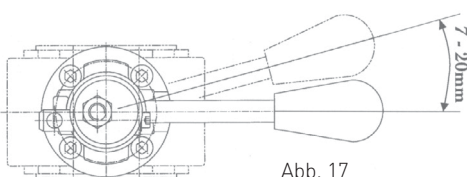

Abb. 17
- 2 Nur Einheiten mit Flaschenadapter! (Spindeldichtungen Typen A) (siehe Abb. 17 und 18)
Sicherstellen, dass der Betätigungshebel seitlich min. 7 mm und max. 20 mm Spiel hat (siehe Abb. 17). Wenn das Seitenspiel eingestellt werden muss: